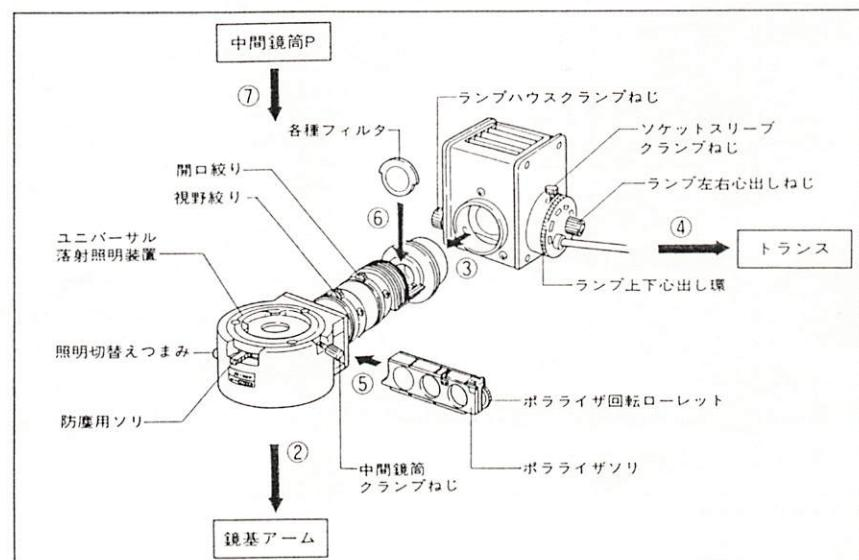

図 35
- 図35を参照しながら番号順に組み立てます。
- ① 頸微鏡本体から、鏡筒、中間鏡筒Pを外しておきます。
- ② ユニバーサル落射照明装置の丸アリを鏡基アームの中間鏡筒用マウントに取り付け、鏡基アームと照明装置がほぼ平行になるよう位置決めして、クランプします。
- ③ ランプの取り付いたランプハウスのクランプねじを十分緩めてから、照明装置にはめ込み、クランプします。
- ④ ランプハウスのコードをトランス(LINE100V, LAMP 12V-50W)に接続します。
- ⑤ 照明装置に付属のND32フィルタソリを抜き取り、ポラライザソリをクリックが2回落ち込むまで挿入します。
- ⑥ フィルタを入れます。
- ⑦ 照明装置の上に、中間鏡筒Pを取り付けます。丸アリの溝とクランプねじの先端を合わせて取り付け、クランプします。
- ⑧ P.7を参照し、中間鏡筒Pの上に鏡筒を取り付けます。